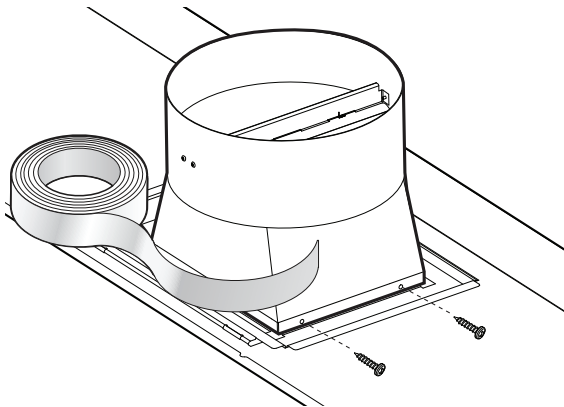

Figura 4: Conexión del racor
2. Alinee los agujeros de montaje de la base del racor con los agujeros de montaje de la brida de 1/2 pulg. (13 mm) situada en la parte superior o trasera de la campana (Figura 4).
3. Sujete el racor a la campana con cuatro tornillos para chapa de 1/4 pulg. (6 mm) proporcionados con la campana (Figura 4).
4. Selle la junta entre el racor y la campana con cinta de aluminio (y NO con cinta para conductos) (Figura 4). Asegúrese de que la conexión está parcialmente sellada.